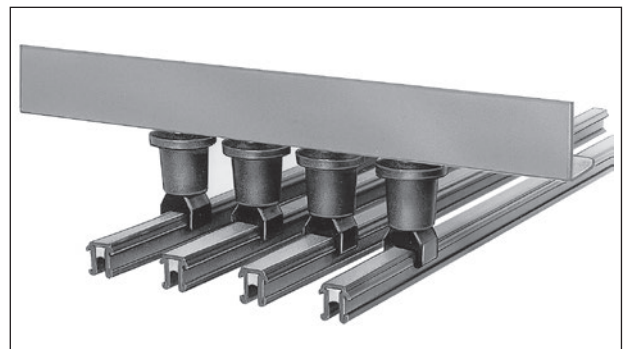

Bild 1: 4polige Schienenanordnung
4. Isolierte Aufhängung und Isolatoren mit Schienenhalter (Bild 1)